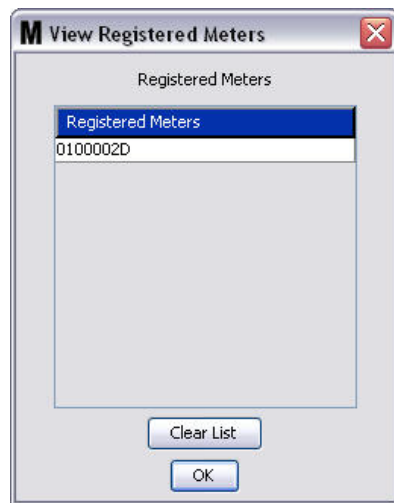

FIG. 121
- **KOPPELEN/KOPPELING VERBREKEN** - Wanneer alle parameters op het scherm van het meterprofiel zijn ingevuld, drukt u op Koppelen om het meterprofiel/de ID-toewijzing weer te geven zoals in FIG. 121. Selecteer een meter in de lijst van geregistreerde meters om te koppelen aan het profiel. Klik op OK om het scherm te sluiten en de wijzigingen op te slaan.